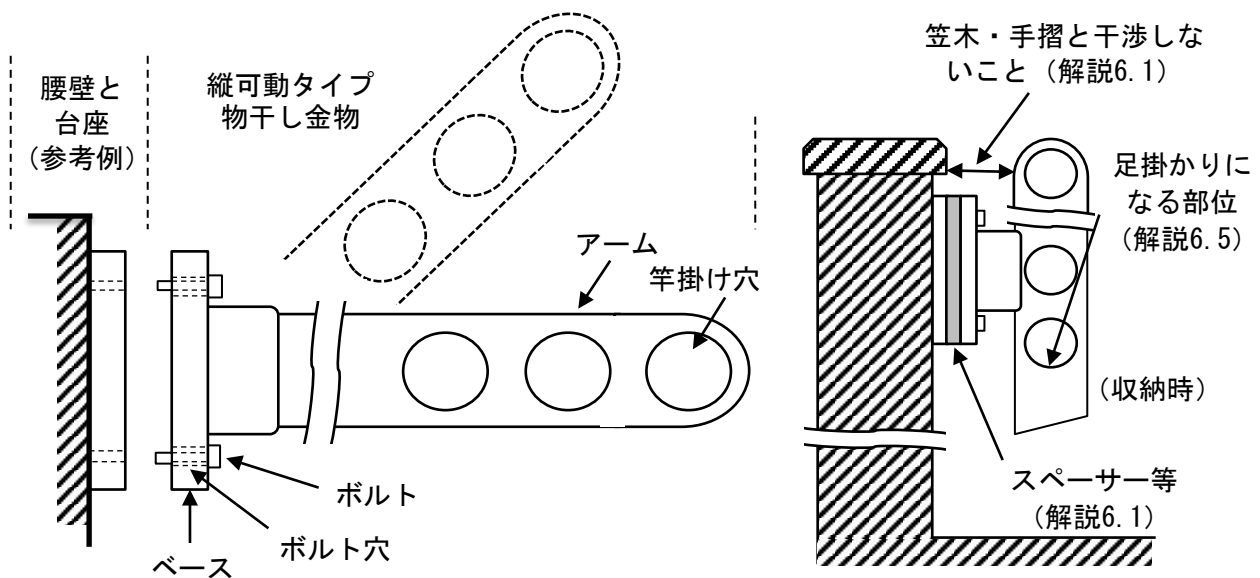

図2 - 物干し金物各部位の例
- ・アーム収納時のアームと笠木・手摺や躯体との干渉がある場合は、スペーサー等の使用で調整する。(図2参照)
腰壁に固定され、物干し金物を取り付けるためのM8ボルトが出ている若しくは、M8ボルトを締め込む等ができるもの。(図2参照)
交換後、足掛かりにならないように配慮する。(図2参照)(旧公営住宅建設基準第36条参照)